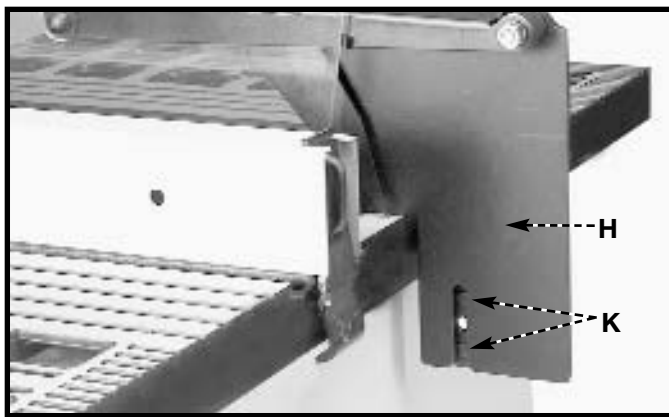

Fig. 13
5. Coloque el hendidor (H) Fig. 13 sobre el soporte de apoyo del hendidor como se ilustra aquí, asegurándose que las dos protuberancias (K) en el soporte de apoyo del hendidor estén dentro de la ranura del hendidor (H).